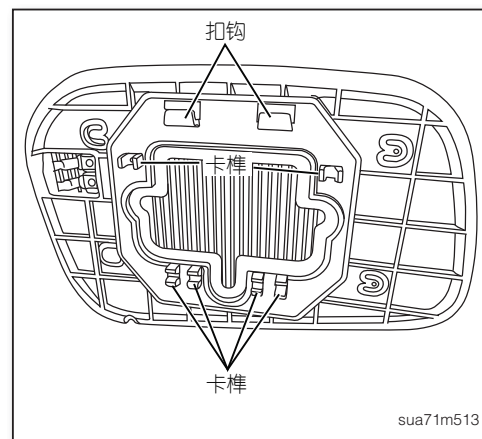

图3
3. 用吹风机加热车门后视镜片背面卡榫，或使用微量硅油喷在车门后视镜片背面卡榫，以避免安装时卡榫折断(如图3)。